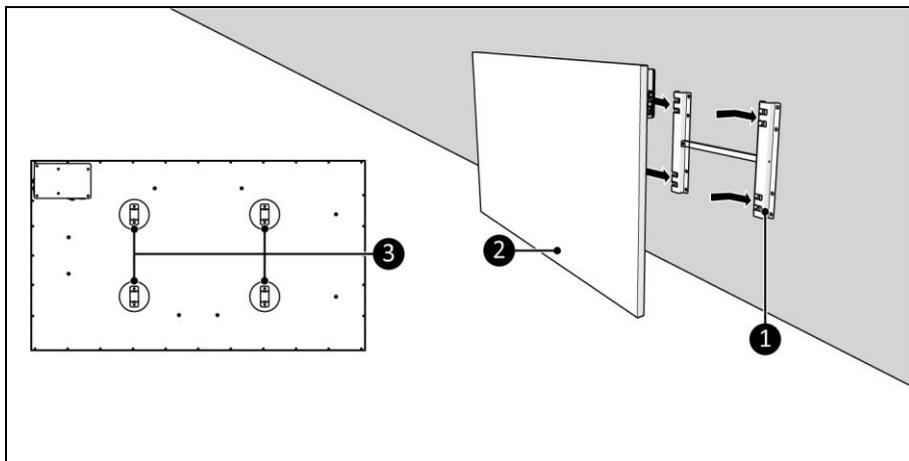

Abbildung 11
5. Platzieren Sie die Gerätehalterungen (Abbildung 11, Pos. 3) über die Wandhalterung (Abbildung 11, Pos. 1).
6. Lassen Sie das Gerät (Abbildung 11, Pos. 2) in die Öffnungen der Wandhalterung (Abbildung 11, Pos. 1).